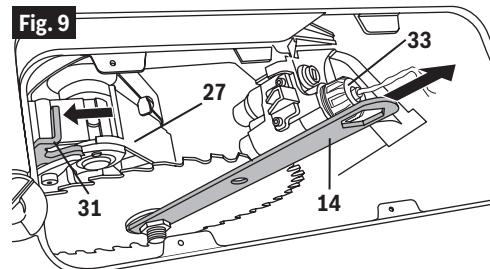

Fig. 9
- Jale y mantenga jalado el cierre del brazo descendente 31 hacia la parte delantera de la sierra. Tome la llave de tuerca para la hoja 14 y deslicela sobre la tuerca del eje portaherramienta. Agarre firmemente el mango. Jale rápidamente la llave hacia arriba. El brazo descendente 27 debería conectar sólidamente con el pestillo (Fig. 9). Si el brazo descendente 27 no se engancha en el pestillo, asegúrese de que el cartucho de activación 28 esté en su sitio correctamente y el retenedor del cartucho de activación 33 esté enroscado de acuerdo con las instrucciones del paso 8 que antecede.